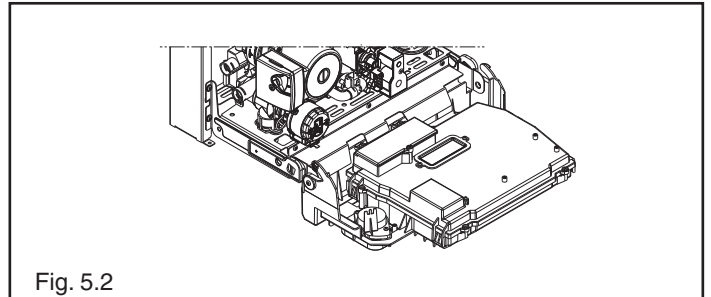

Fig. 5.2
- sollevare, quindi ruotare il cruscotto verso di sè (Fig. 5.2)